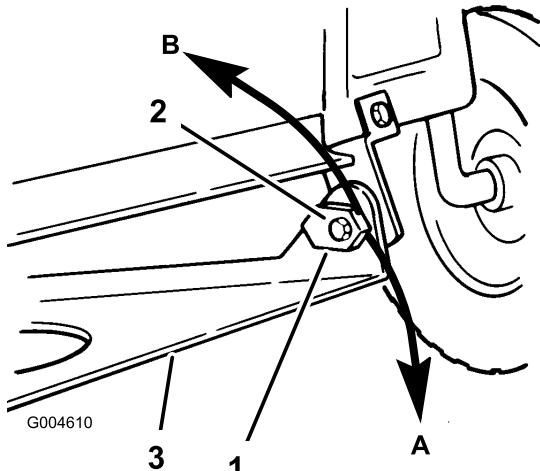

Figura 48
15. Regolate l'inclinazione longitudinale facendo girare i dadi speciali di regolazione dell'inclinazione, da ambo i lati dell'attacco orientabile del tosaerba (Figura 48).
16. Girate lentamente verso il basso il dado di regolazione dell'inclinazione sinistro per alzare la parte anteriore del tosaerba; giratelo verso l'alto per abbassarla (Figura 48). Girate il dado di regolazione dell'inclinazione finché la parte anteriore del tosaerba è più bassa della parte posteriore di 6 - 16 mm.